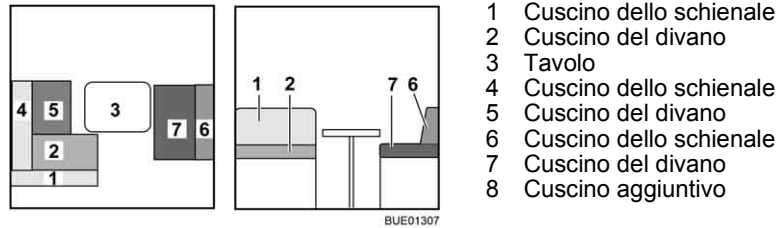

Fig. 127 Prima della trasformazione
- Trasformare il tavolo (Fig. 127,3) in struttura di supporto letto (vedi paragrafo 6.10).
- Rimuovere i cuscini dello schienale (Fig. 127,1 e 4) e riporli.